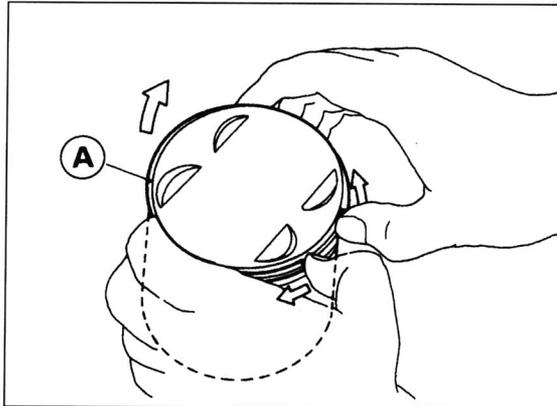

Bild 199
- Kolbenringe mit beiden Daumen etwas aufweiten und über Kolben schieben (Bild 199).